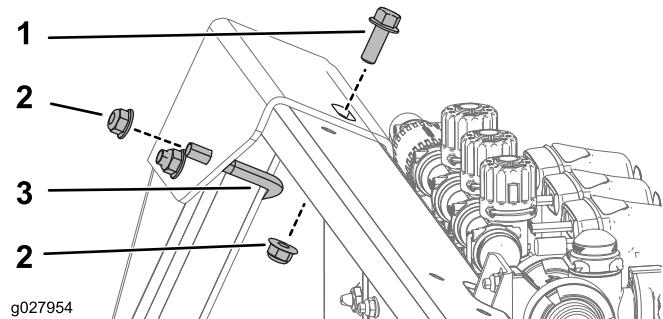

図 3
2. 上側ブラケットの裏側を図3のように固定するUボルト1本、ボルト 3/8-16 x 1 インチ, GR5 1本、フランジナット 3/8-16 インチ 3個を使用する。